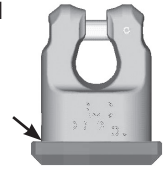

Abb. 8: Maximalspiel
- Das Maximalspiel zwischen Ober- und Unterteil des PowerPoint® darf nicht überschritten werden (Abb. 8):
Fetten Sie zur Wartung und Nachfettung die WPP (drehbar) am Spalt zwischen Gehäuse und Zapfen mit Sprühfett (vgl. Abb. 8).